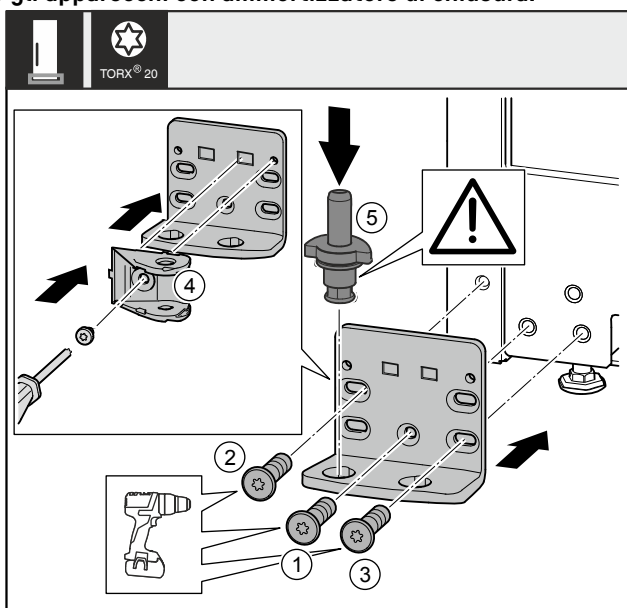

Fig. 37 *
- ▶ Applicare il blocco di supporto sull'altro lato e avvitarlo con l'aiuto di un cacciavite. Iniziare dalla vite Fig. 37 (1) in basso al centro.*
- ▶ Stringere la vite Fig. 37 (2) e la vite Fig. 37 (3)*
- ▶ Ruotare di 180° il collegamento dell'ammortizzatore di chiusura Fig. 37 (4). Sull'altro lato del blocco di supporto avvitare con un cacciavite.*
- ▶ Inserire completamente i perni di supporto Fig. 37 (5). Facendo ciò assicurarsi che la camma di arresto sia rivolta all'indietro.*